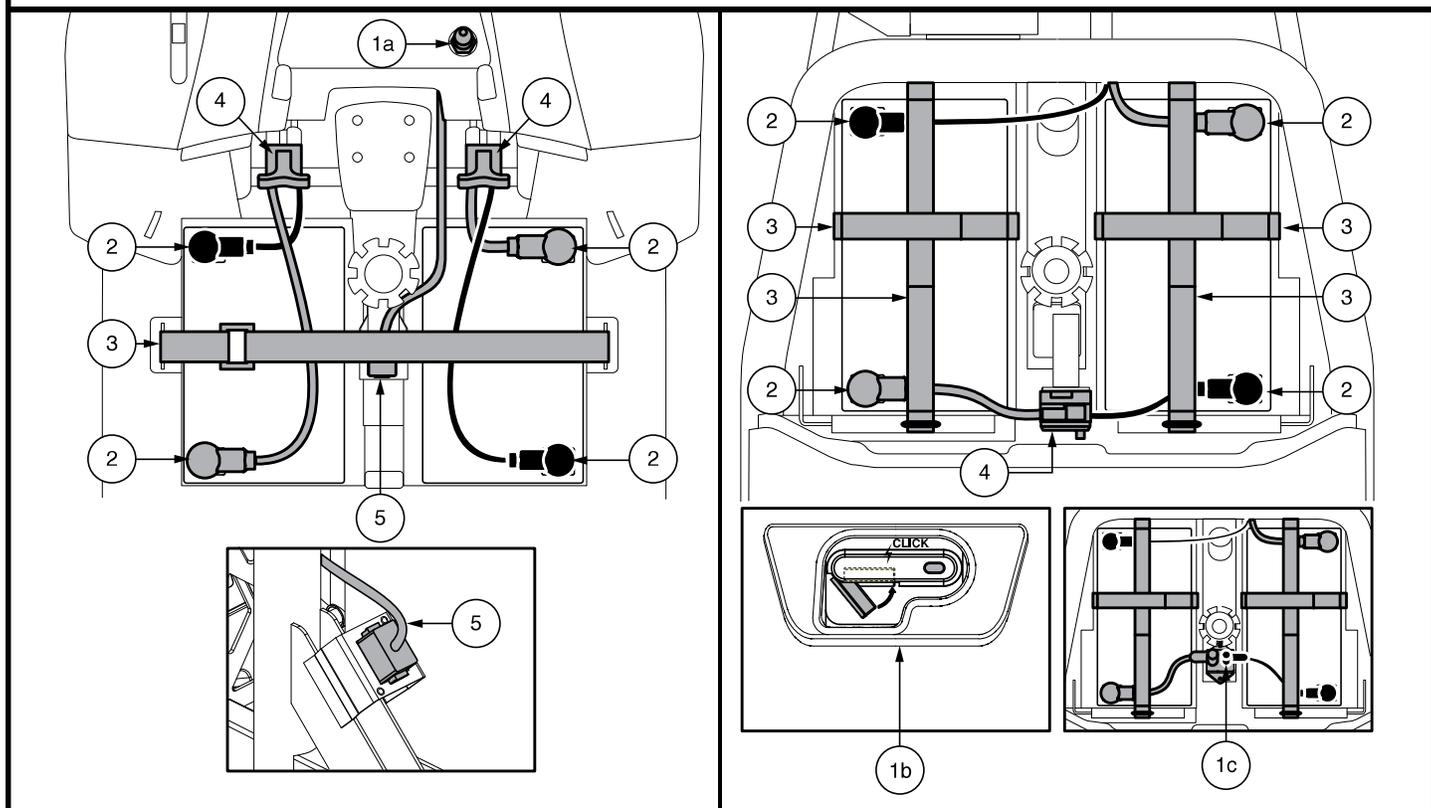

Abb. 14. Batterie Ausbau/Einbau Batteriepole und stecker
- Bei allen Modellen AUSSER 614 und 714 ziehen Sie bitte das von vorne nach hinten verlaufende Kabel ab. Entfernen Sie beide Batteriekabel, indem Sie jedes Kabel aus seinem Gegenstecker ziehen. **Siehe Abb. 14.**
6. Legen Sie in jedes Batteriefach eine neue Batterie ein. Drehen Sie die Batterieklemmen jeder Batterie von der Sattelstütze weg, so dass die positiven (+) und negativen (-) Batterieklemmen wie in **Abb. 14** angezeigt positioniert sind.